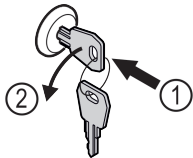

Fig. 124
- ▶ Insérer la clé. Fig. 124 (1)
- ▶ Tourner la clé à 90° dans le sens antihoraire. Fig. 124 (2)